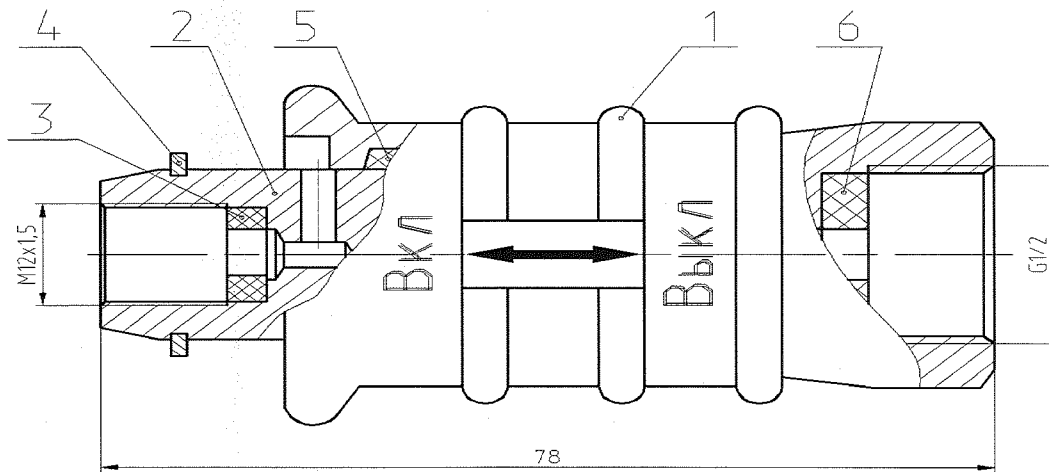

Рисунок 1
6.1 Клапан (рисунок 1) монтируется и эксплуатируется на газопроводах с природным и сжиженным газом, а также в системах трубопроводов сжатого воздуха.